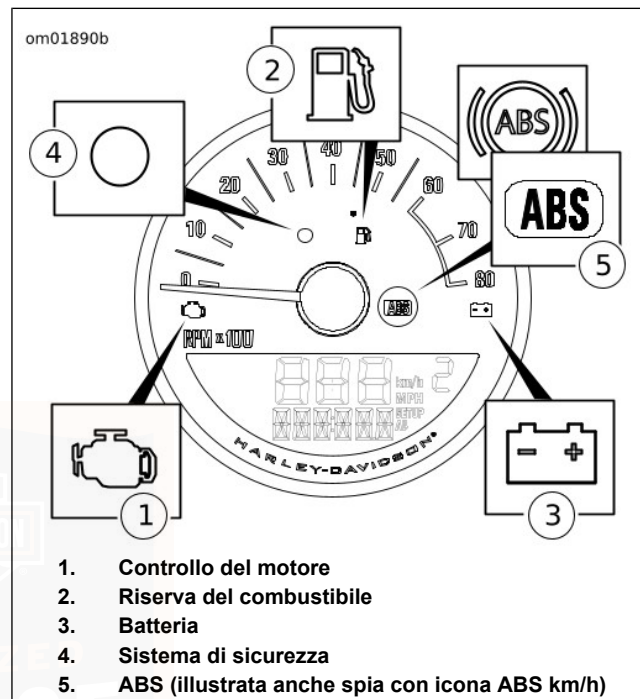

Figura 11. Spie della strumentazione: XL1200CX
- **XL1200CX:** vedere Figura 11.